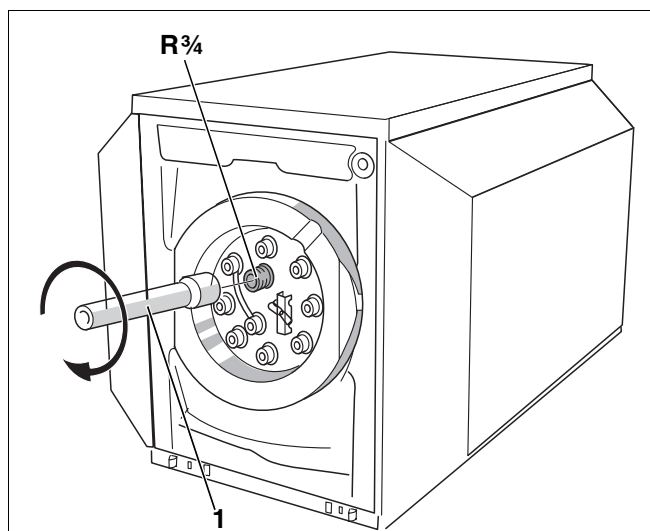

Рис. 6 Установка трубы для транспортировки (передняя сторона бака)
- Изготовить трубу для транспортировки (рис. 6, поз. 1) с муфтой Rps.